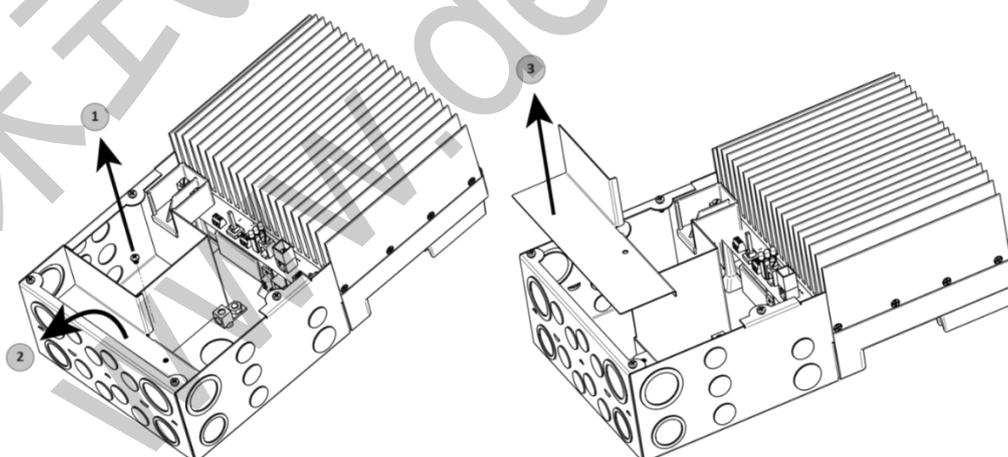

図 3.8 配線分割部の取り外し
配線分割部は太陽電池高電圧配線を低電圧バッテリーおよび通信回路を区切ります。配線分割部は図 3.8 に示された様に取り付けねじで固定されています。
2. 図 3.8 に示された様に配線分割部を底面の方にずらして傾けてください。